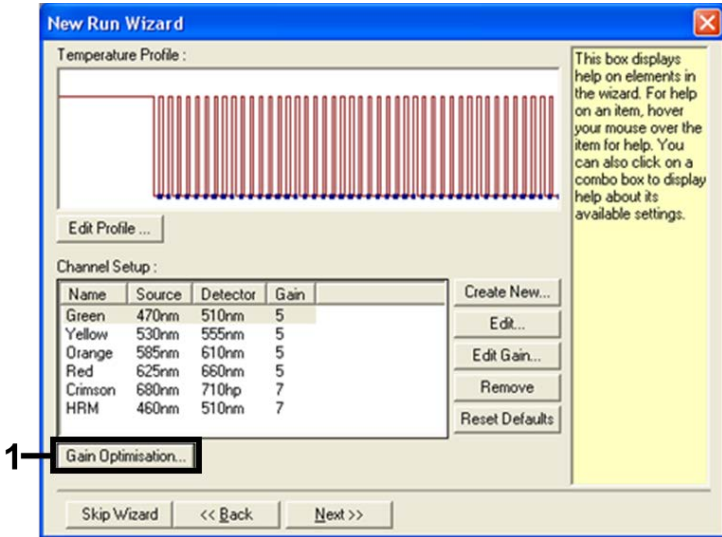

Abbildung 10. Verstärkungsoptimierung
12. Klicken Sie im nächsten Dialogfeld auf Gain Optimisation (Verstärkungsoptimierung) (Abbildung 10).